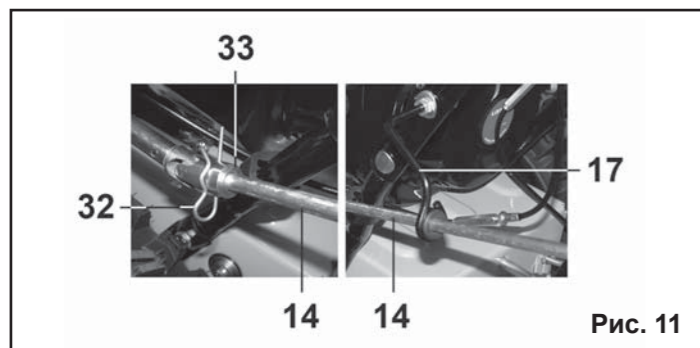

Рис. 11
**6.5. Установка рычага поворота желоба (рис. 11).**